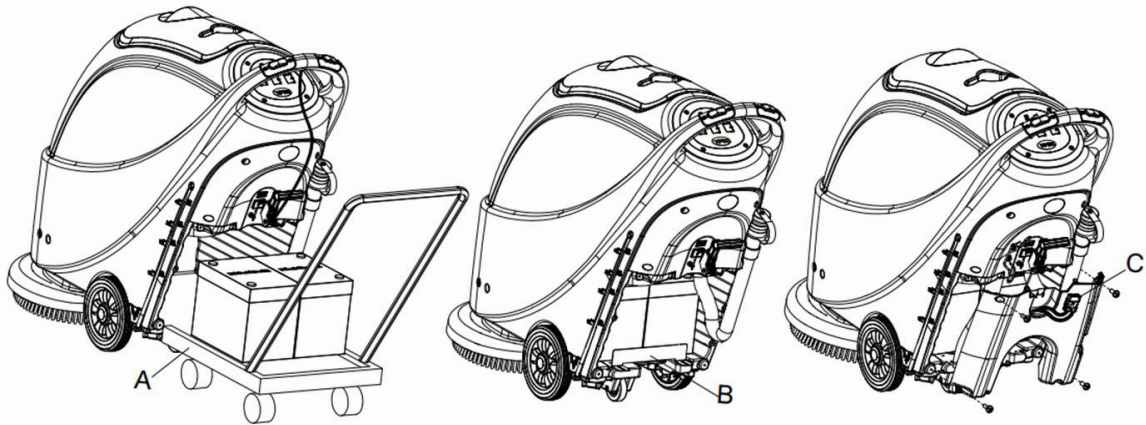

Figura 7
14. Installare la batteria con gli appositi strumenti di installazione (**A, Figura 7**). Dopo l'installazione, rimuovere gli strumenti di installazione, e installare la staffa di fissaggio (**B, Figura 7**).
15. Far passare il connettore della batteria (**C, Figura 7**) attraverso il foro sulla cima del coperchio del contenitore della batteria, far passare il tubo di drenaggio attraverso il foro destro del coperchio del contenitore della batteria, fissare il coperchio con quattro viti, quindi installare il cavo direzionale del tergipavimento, il tubo di drenaggio, e il tergipavimento in successione.